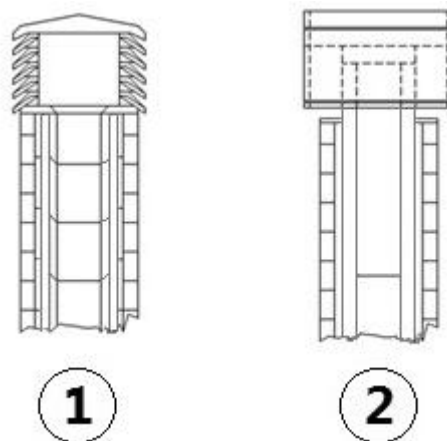

Fig. 6 - Schornstein mit Windschutz
- Es wird ein Schornstein mit Windschutz empfohlen, siehe **Fig. 6**.
- Externer Rauchabzug, nur aus isolierten Stahlrohren realisiert, d.h. mit Doppelwand mit min. $\varnothing 100/120$ mm: alles gut an der Wand verankert. Mit Windschutz-Schornstein (siehe Fig. 6).